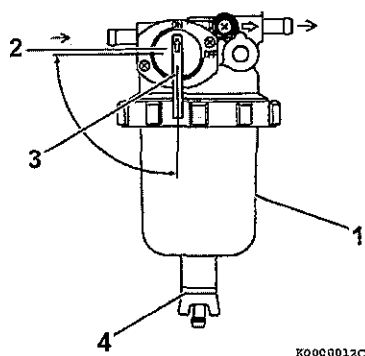

図 4
1. 抜き出された水やごみを集めるため、専用の容器を燃料フィルタ / 油水分離器 (1, 図 4) の下に置きます。
2. 燃料コック (3, 図 4) を閉じます (2, 図 4)。
3. 燃料フィルタ / 油水分離器の底にあるドレンコック (4, 図 4) を開けます。中にたまった水を抜き出します。
5. 燃料コック (3, 図 4) を開けます。